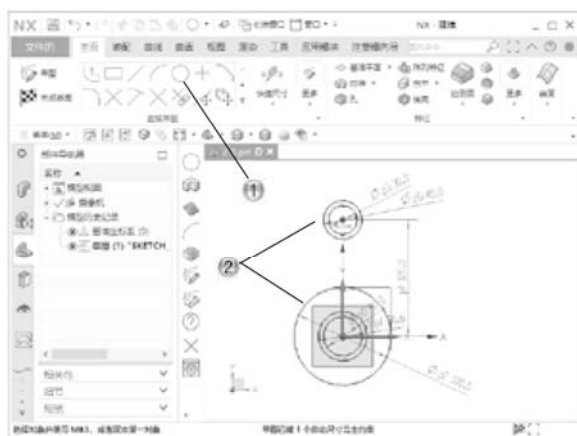

图 2-46
- ① 单击【主页】选项卡中的【圆】按钮，如图 2-46 所示。
- ② 在绘图区中，绘制 3 个圆形。